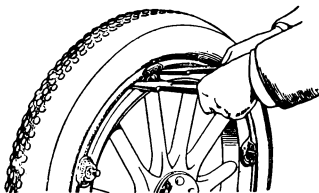

Fig. 36.
4. **Togliere i fermagli.** I fermagli si levano semplicemente colle dita: se essi resistono, introdurre le estremità sottili delle due leve tra il cerchio mobile e il cerchio fisso, una per parte in fianco del fermaglio, spingendole il più possibile (fig. 36).
**1. Togliere il pneumatico smontabile dalla ruota.** — Svitare il cappuccio a vite speciale della valvola, poi i dadi bronzo che serrano i fermagli; togliere i fermagli e levare il pneumatico smontabile dalla ruota come alle figure 36, 37, 38.